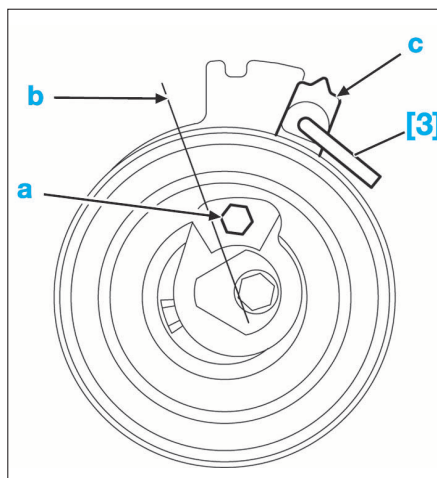

FIG. 20
- [3]. Outil de pigeage de galet tendeur (Fig.20).
- Tourner le galet tendeur, à l'aide d'une clé 6 pans en "a", vers la droite jusqu'à amener l'index "c" en position "b" de manière à mettre en place la pige [3] (Fig.20).